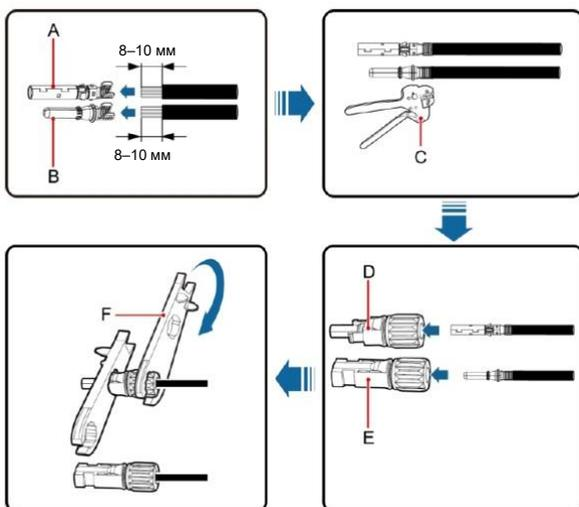

Рис. 5.2 Соединение разъема постоянного тока MC4 и фотовольтаического кабеля
- (1) Подключите выходные кабели солнечных модулей к разъему постоянного тока, как показано на рис. 5.2. Ослабьте гайку разъема и снимите изоляционный слой кабеля постоянного тока примерно на 15 мм. Вставьте его в разъем и нажмите на него, пока не услышите звук фиксации. Окончательно затяните гайку с моментом затяжки 2,5-3 Нм. Подключение отрицательного полюса такое же, как и положительного. Убедитесь, что полюса солнечных модулей хорошо соединены с разъемами.